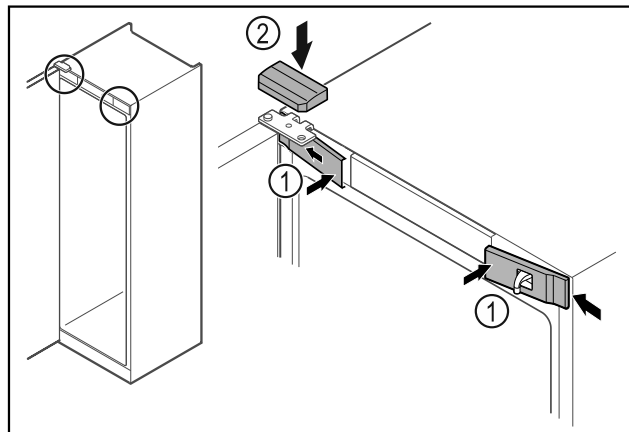

Fig. 38
- ▶ Зацепите скобу и защелкните передние крышки Fig. 38 (1).
- ▶ Защелкните верхнюю крышку Fig. 38 (2) сверху.